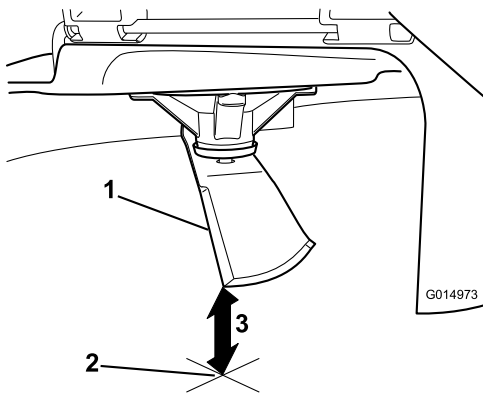

Figure 63
3. Mesurez la distance entre la pointe de la lame et la surface plane (Figure 63).